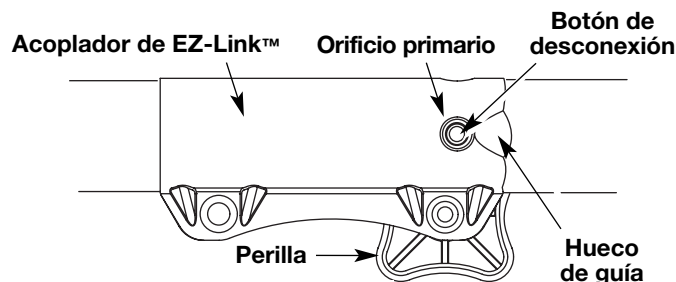
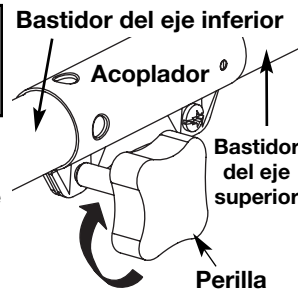

Fig. 9
Fig. 10
3. Mientras que firmemente sostiene el accesorio, empujelo derecho en el acoplador hasta el botón liberador (Fig. 9) se encaja a presión hacia el agujero primario (Fig. 9). El agujero primario está en el lado opuesto del acoplador de la perilla (Fig. 9). La alineación del botón de desconexión con el hueco de guía facilitará la instalación (Fig. 9).
4. Gire la perilla en sentido horario para ajustarla (Fig. 10).
PRECAUCIÓN: Trabe el botón de desconexión en el orificio primario (Fig. 9) y ajuste bien la perilla (Fig.10) antes de operar esta unidad.
PRECAUCIÓN: Antes de operar esta unidad, cerciérese de que el botón de desenganche esté completamente trancado en el orificio primario (Fig. 9), y que la perilla (Fig. 10) esté suficientemente apretada.
3. Opima y sostenga el botón de desconexión (Fig. 9).
4. Mientras sostiene el bastidor del eje superior con firmeza, tire del accesorio de corte o accesorio en línea recta fuera del acoplador (Fig. 10).